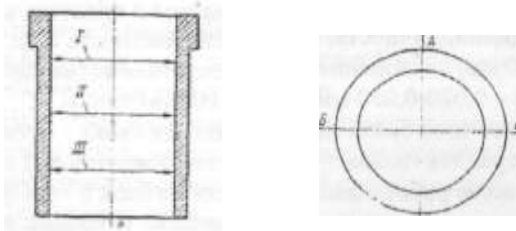

Рис. 1. Схема обмера отверстия под поршень в гильзе цилиндра
- Замерить по схеме обмера (Рис. 1) отверстие под поршень гильзы цилиндра и определить величины износа